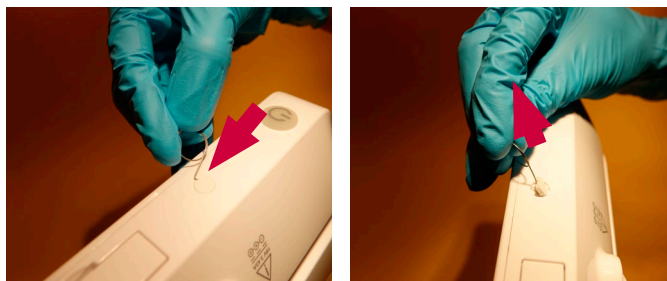

Figura 5 Rimozione del coperchio coprivite
d) Rimuovere i coperchi coprivite rotondi su ogni lato dell'unità display (Figura 5)